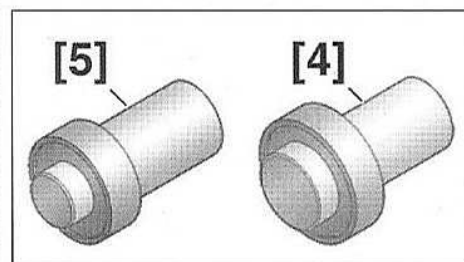

FIG.2
- [4]. Tampon de montage pour joint à lèvres droit (référence : 0317-U/7114-T.X) (Fig.2)